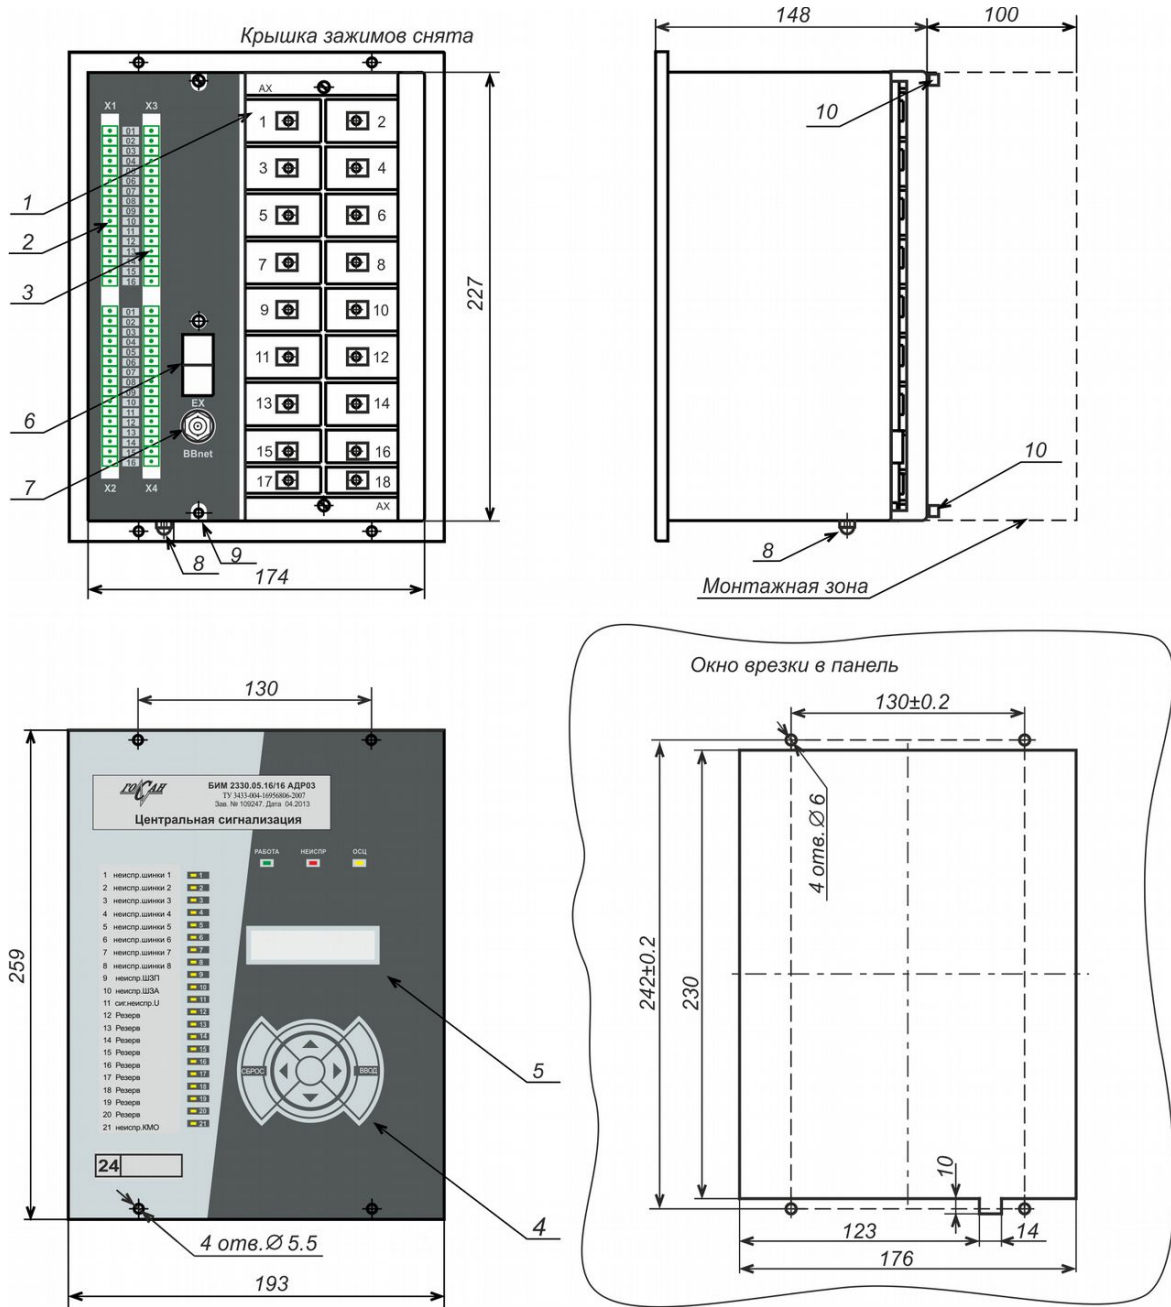

Рис. 3 Общий вид модификации БИМ 2XXX – 16 дискр. входов, 16 дискр. выходов
БИМ 2XXX – для врезки в панели и дверцы шкафов, с монтажом цепей с тыльной стороны (рис. 3), с количеством дискретных входов и выходов 16/16. Выполнен в едином корпусе. На лицевой стороне корпуса находится блок индикации с символьным дисплеем (5) и клавиатурой (4). На тыльной стороне корпуса расположены блок клеммных зажимов аналоговых цепей и питания AX1-AX18 (1), разъёмы дискретных входов X1-X2 (2), разъёмы дискретных выходов X3-X4 (3), разъём интерфейса Bbnet (7) и разъёмы канала межмодульного обмена (6). Винт заземления терминала (8) расположен на нижней стороне корпуса.